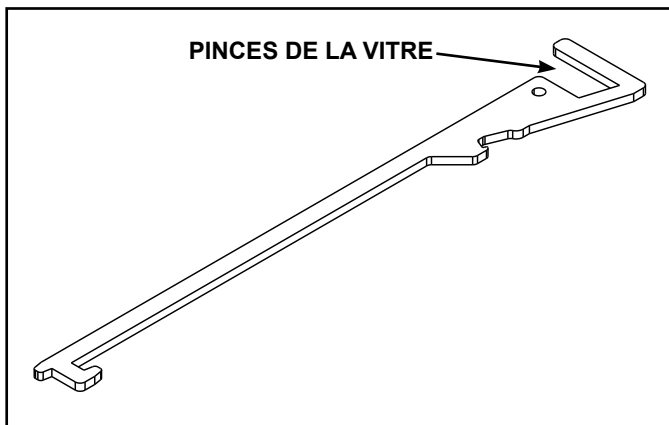

Figure 4.1 Outil multifonction
- Pour dégager le panneau de verre, utilisez l'outil multifonction fourni. Voir la figure 4.1. Tout en tenant le panneau de verre, tirez les deux verrous inférieurs à ressort vers l'avant et laissez-les se rétracter loin du panneau de verre. Inclinez la partie inférieure du panneau de verre vers l'extérieur jusqu'à ce que les verrous du haut soient dégagés.